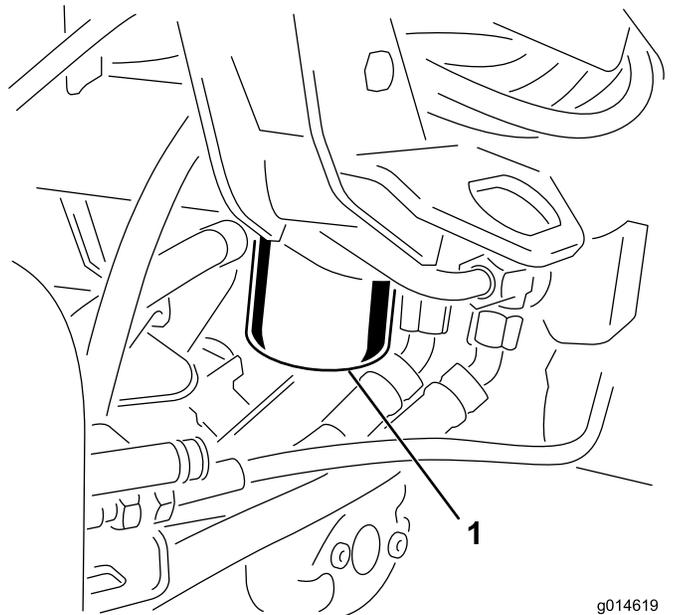

图45
1. 清洁过滤器安装区周围的区域（图45）。在过滤器下面放置一个放油盘并拆下过滤器。